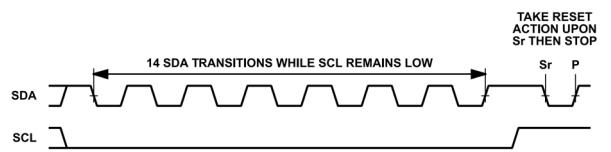

図 82. リセット・パターンのタイミング図
デジタル・ホストは、図 82 に示すリセット・パターンを使用して、どの動作モードからでも AD4060 をリセットできます。
リセット・パターンは MIPI 仕様のセクション 5.1.11.3 に規定されています。このパターンは SCL がローに保持されている間に行われる 14 個の SDA 遷移と同じで、パターンの後には反復スタート (Sr) とストップ (P) が続きます。図 82 は、リセット・パターンを使用して AD4060 をリセットする場合のタイミング図です。デジタル・ホストは、デバイスのリセット動作に対応する遅延時間 (表 5 を参照) が経過するのを待ってから、I3C トランザクションを開始する必要があります。